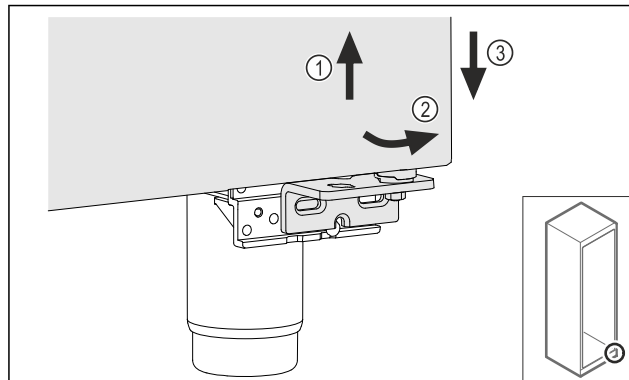

Fig. 26
- Lyft upp dörren något Fig. 26 (1), luta den framåt nedtill Fig. 26 (2) och sänk ned den Fig. 26 (3).